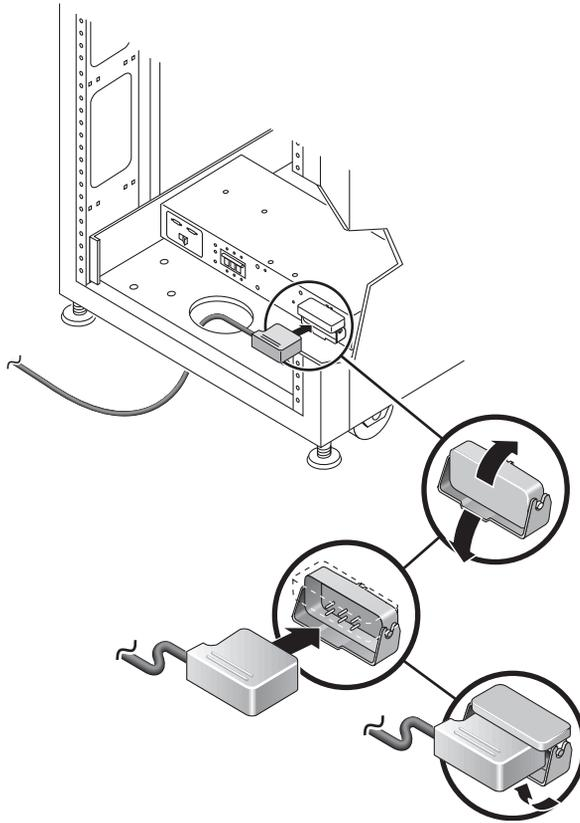

图 B-8 连接电源电缆
4. 将每根电源电缆连接到基本机箱的前、后电源定序器（图 B-8）：